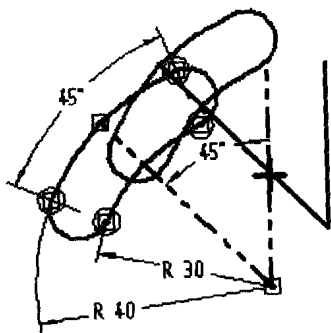

图 1-8 约束检查
(7)约束检查：如图 1-8 所示。当轮廓未被完全约束时，使用尺寸驱动轮廓可能会得到意想不到的结果。